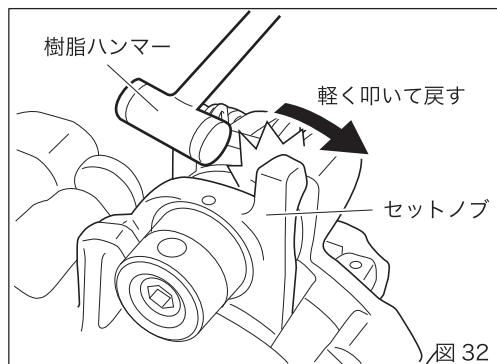

図 32
①転造ヘッドからパイプを引離す(図32)
- ①-1 樹脂ハンマーでセットノブを矢印方向に叩いてください。パイプに食いついたローラが外れます。
- ①-2 パイプが外れたら、そのまま送りハンドルを回して本体からパイプを離してください。